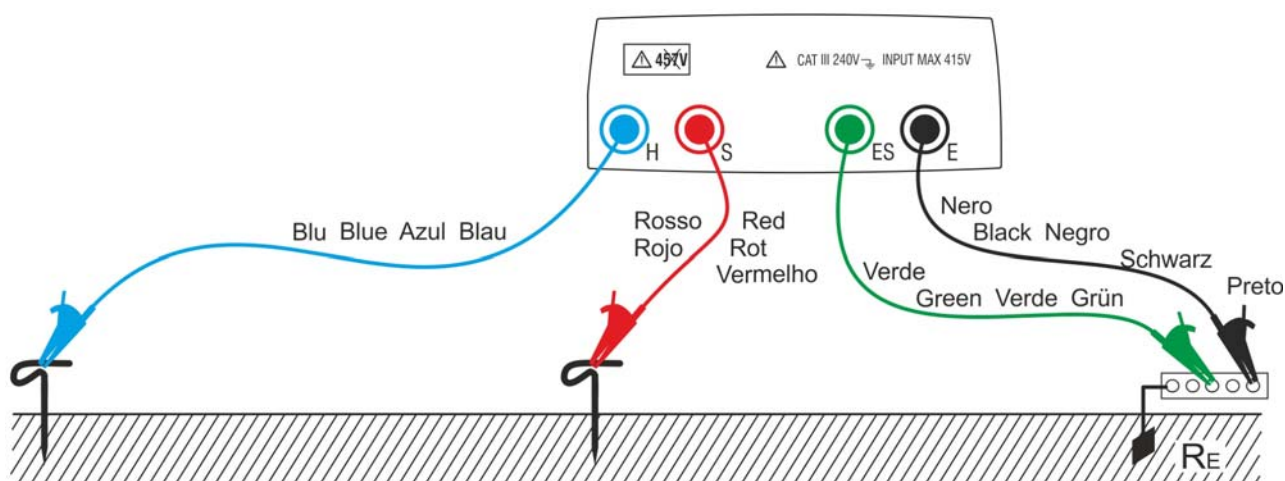

Fig. 3: Medición de la resistencia de tierra a tres puntos
7. Coloque los cocodrilos a los dispersores auxiliares a la instalación en examen (ver Fig. 3)